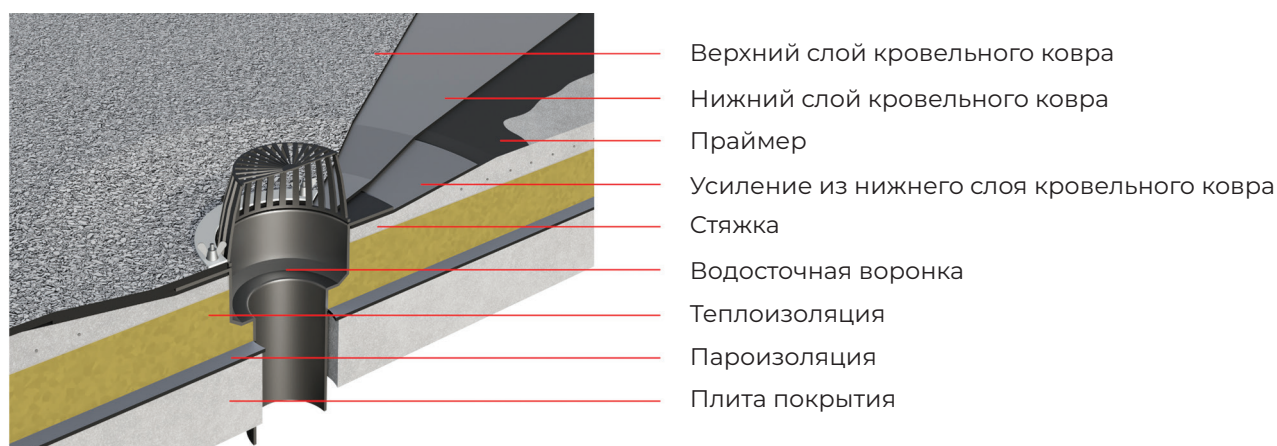

Рисунок 55 – Устройство водоприемной воронки
5.9.1 Монтаж водоприемной воронки начинается с устройства усиления из нижнего слоя материала размером 1х1 м. Усиление наплавляется на основание и в него вклеивается юбка воронки. Следующим этапом производится укладка нижнего и верхнего ковров водоизоляционного слоя (Рисунок 55)